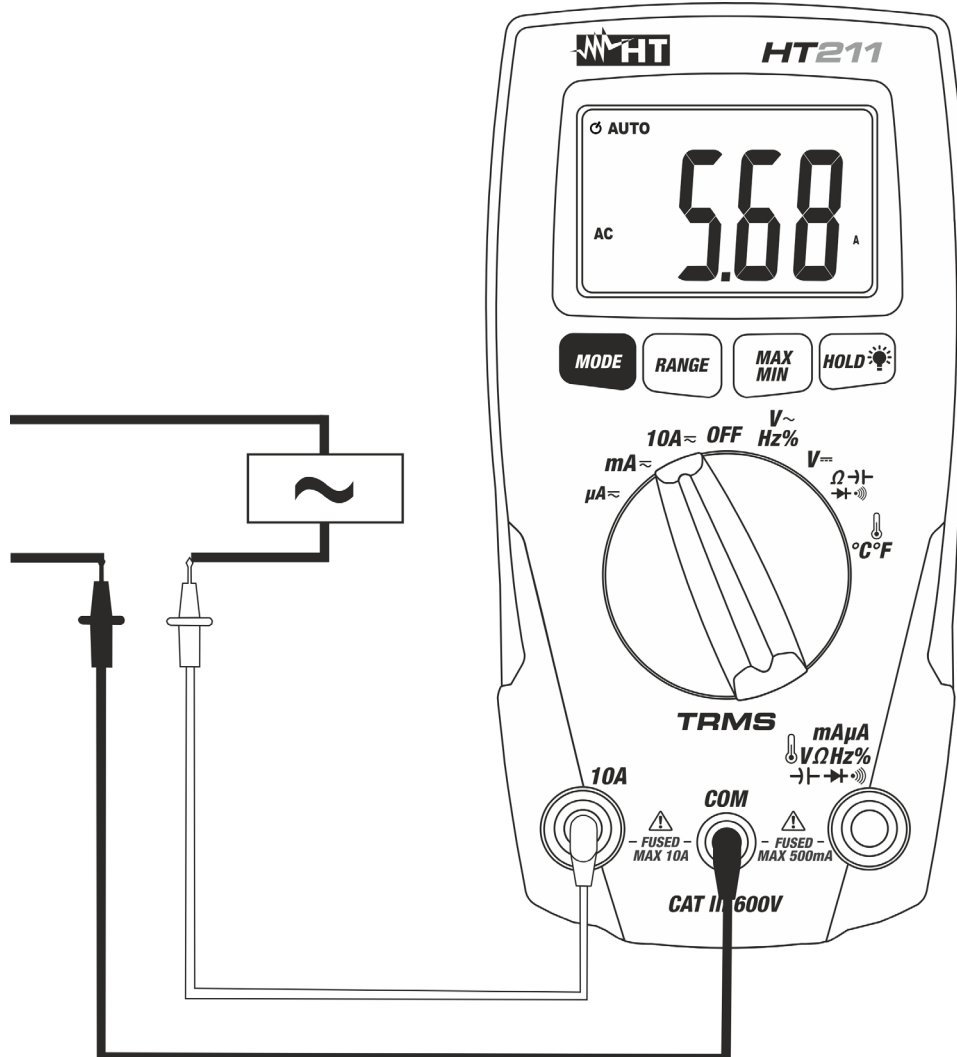

Abb. 10: Verwendung des Gerätes für AC Strommessung
4. Verbinden Sie die rote und die schwarze Messleitung in Reihe mit dem Kreis, dessen Strom Sie messen möchten (siehe Abb. 10)